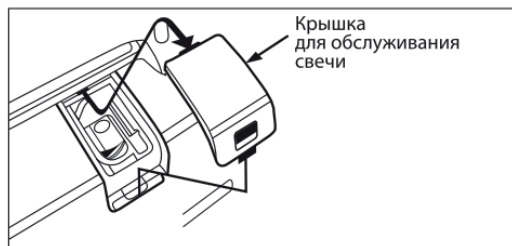

Рисунок 16.
3. Выверните свечным шестигранным ключом, входящим в комплект поставки, и осмотрите свечу (рис. 16).